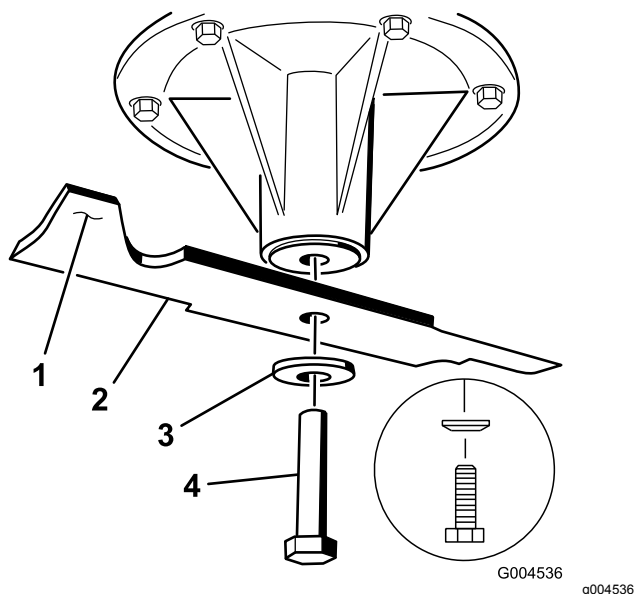

Figure 102
1. Placez la lame sur l'axe (Figure 102).
2. Mettez en place la rondelle élastique et le boulon de la lame (Figure 102).
Remarque: Le cône de la rondelle élastique doit être dirigé vers la tête du boulon (Figure 102).